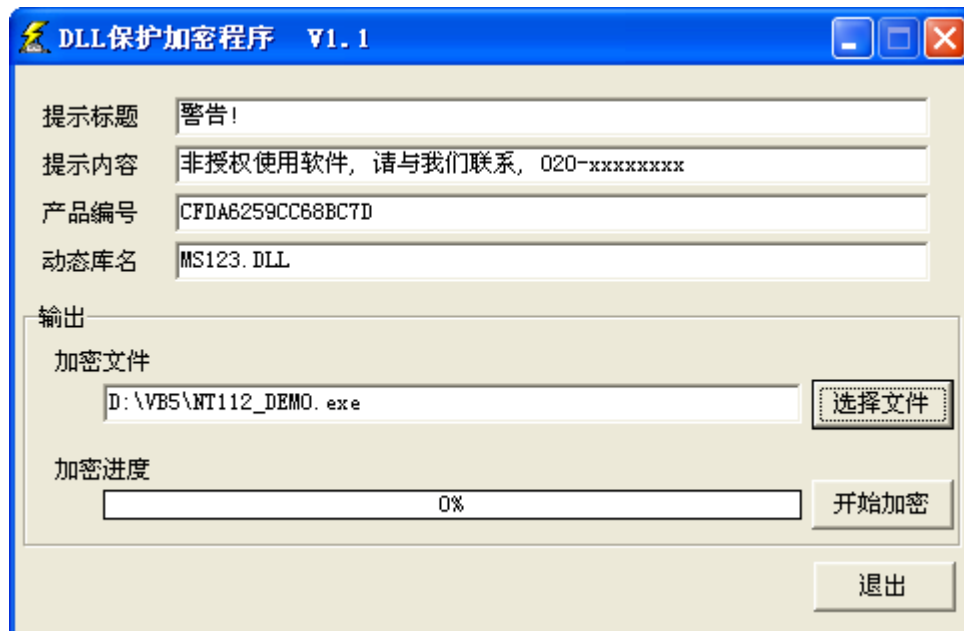

图 7.19 选择要 DLL 外壳加密的 EXE 文件
9. 在DIINTShell的主界面中,单击“选择文件”按钮,在弹出的窗口中操作选择要加密的EXE文件,如“D:\VB5\NT112\_DEMO.exe”文件,结果如图 7.19 所示。